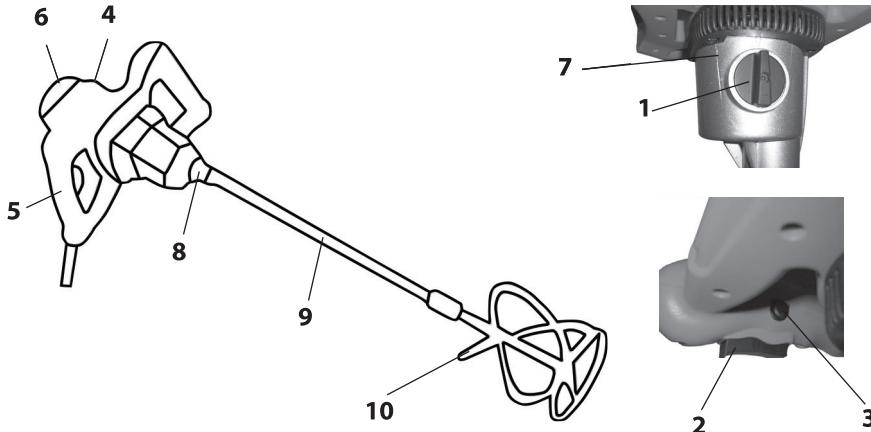

рис.1
1.6 Общий вид миксера схематично представлен на рис.1
1.7 Миксер состоит из коллекторного двигателя в пластиковом корпусе (рис.1 поз.6), выполненном из двух частей заодно с рукоятками, и редуктора, расположенного в металлическом корпусе (рис.1 поз.7). Крутящий момент с якоря электродвигателя через систему шестерён, передаётся на шпиндель (рис.1 поз.8), соосный с двигателем. В резьбовое отверстие (M14) шпинделя вкручивается удлинитель (рис.1 поз.9) с насадкой (рис.1 поз.10).
1.8 Клавиша выключателя (рис.1 поз.2) расположена в нижней части правой рукоятки. Слева на рукоятке находится кнопка (рис.1 поз.3) фиксации клавиши выключателя. Скорость вращения шпинделя в каждом из режимов регулируется усилием, приложенным к клавише выключателя. На максимальных оборотах каждого из режимов кнопка (рис.1 поз.3) фиксирует клавишу в рабочем положении.
2.2.2 Включение/выключение миксера: включение миксера осуществляется нажатием на клавишу выключателя (рис.1 поз.2); удерживая клавишу, нажатием кнопки (рис.1 поз.3), фиксируем клавишу в рабочем положении; при повторном нажатии на клавишу, кнопка фиксации (со щелчком) и клавиша возвращаются в исходное положение - выключено.
2.2.3 Переключатель диапазона скоростей (рис.1 поз.1) расположен на редукторе сзади. Он имеет два фиксированных положения обозначенных символами «I» и «II» на концах ручки переключателя. Совмещая конец ручки переключателя с символом на корпусе редуктора, выбираем нужный диапазон скорости.